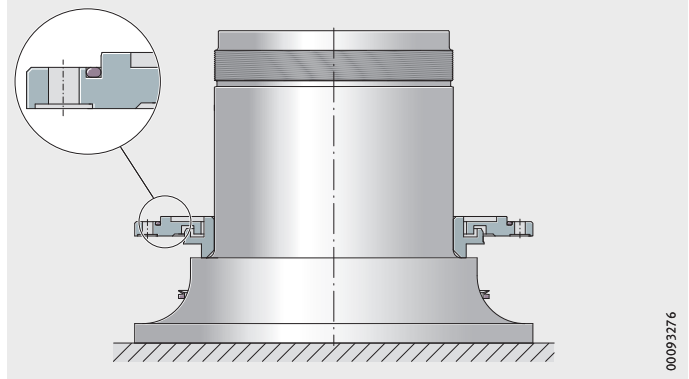

图 10
- ▶ 用油脂润滑叶轮侧的 O 形圈，并将其安装在叶轮侧轴承端盖的槽内，*图 10*。
- ▶ 吊装叶轮侧的轴承座端盖（O 形圈已安装）放置于密封圈上，*图 10*。